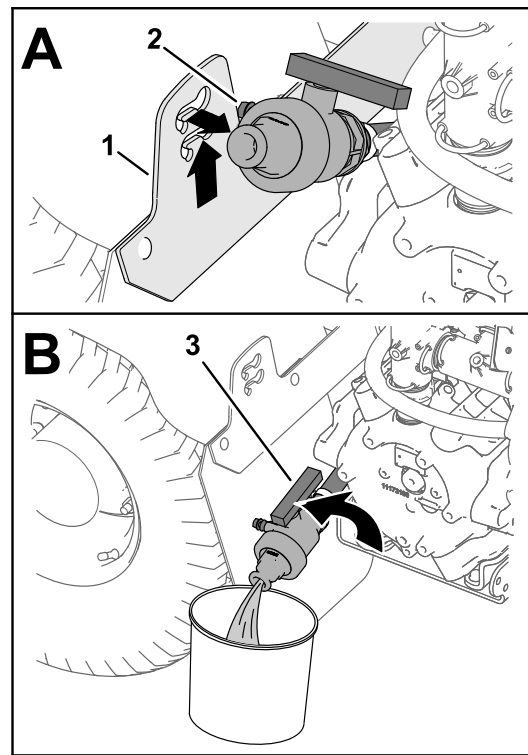

Figura 85
3. Levante la válvula hasta que los espárragos de montaje de la válvula salgan de las ranuras del soporte de la válvula de vaciado, y mueva la válvula hacia atrás (Figura 85, A).
4. Alinee el extremo de la válvula con el recipiente de vaciado y gire la palanca de la válvula a la posición de abierto (Figura 85, B).
5. Cuando el depósito se haya vaciado por completo, gire la maneta de la válvula de vaciado a la posición de cerrado y monte la válvula en el soporte de la válvula de vaciado (Figura 85, B y Figura 85, A).